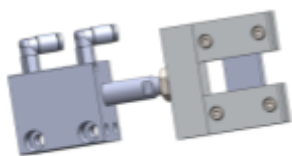

Figura 7
Paso 3: Suelte los 2 tornillos con una llave macho hexagonal y extraiga la instalación de corte. (Ver figura 7)